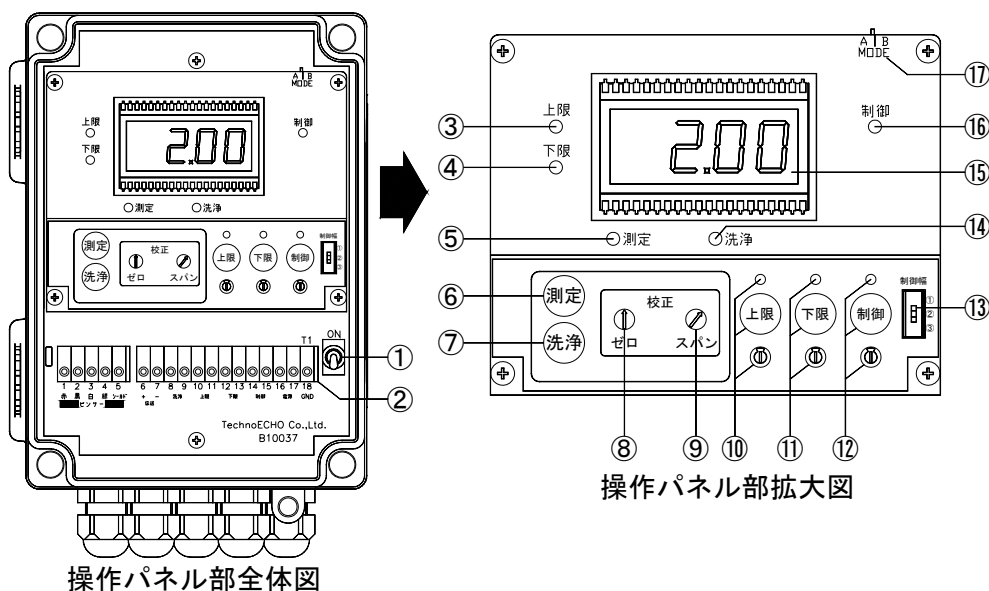

図2. 操作パネル部
モニター表示パネル部を開くと図2の①～⑰に示す電源スイッチ、端子台、各設定ボタン、2つの校正ボリューム軸、3つの設定ボリューム軸、各状態表示用LEDランプおよび制御幅設定用スライドスイッチ等があります。